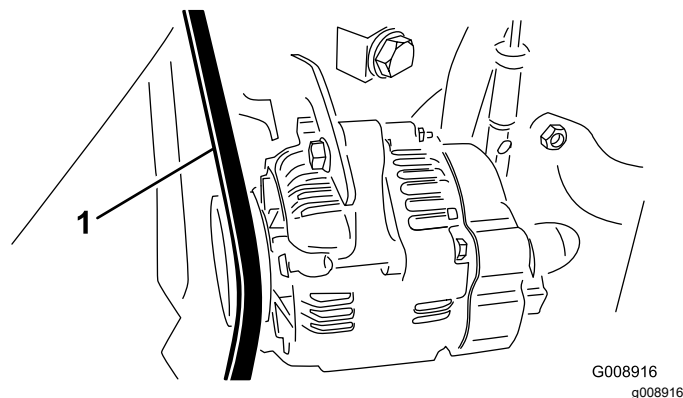

Figura 71
2. Verifique a pressão calcando a correia do alternador/ventoinha entre as polias do alternador e da cambota, utilizando uma força de 30 N·m (Figura 71).